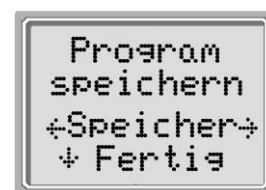

Bild 65
- Nach Einstellung aller Parameter für das DP Programm können Sie diese durch Drücken der LINKS ◀ Taste ⑨ oder der RECHTS ▶ Taste ⑫ speichern. (siehe Bild 65).
- Mit der UNTEN ▼ Taste ⑩ (Fertig) gelangen Sie wieder zurück ins Hauptmenü.